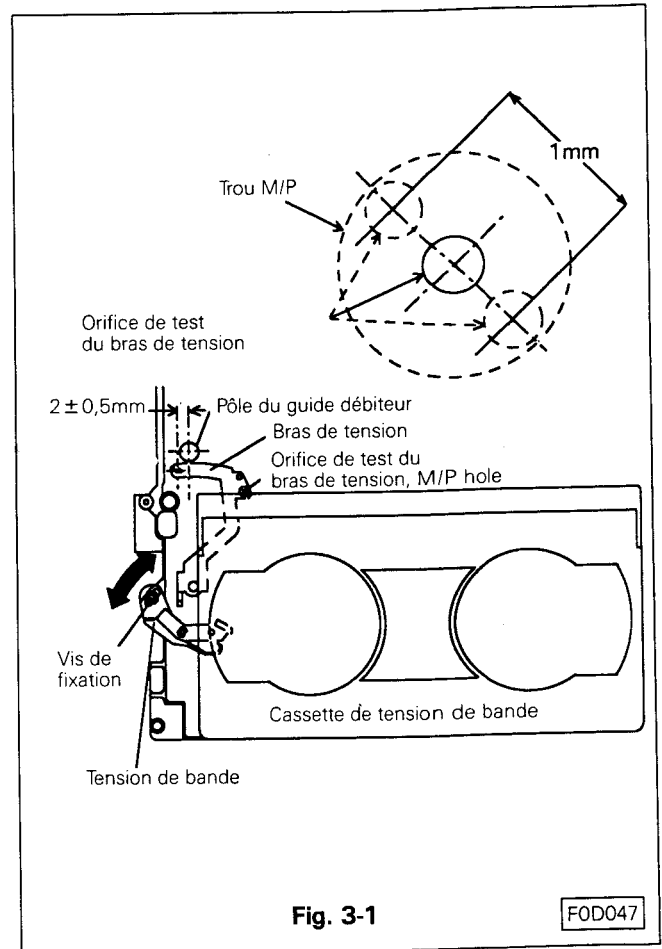

Fig. 3-1
3-1 REGLAGE DE LA TENSION BANDE ET DE LA TENSION POLE POSITION (Voir Fig. 3-1)
- B. Lorsque la vitesse de défilement est devenue constante contrôler que l'orifice de test du bras de tension soit bien superposé avec celui de M/P de la platine mécanique et que la distance entre le centre du pôle de tension et le guide pôle soit bien de 2 ± 0.5 m/m. (Voir Fig. 3-1)